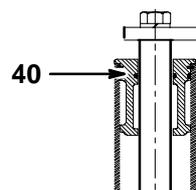

Fig. 7
- a. Retirer le circlip du piston inférieur (100). Examiner son état et le remplacer par un neuf si nécessaire.
- b. Détacher le piston (110) de la tige (80) et examiner son état. Le remplacer par un neuf si nécessaire.
- c. Enlever les deux anciens joints toriques (70) et (120) à l'intérieur et à l'extérieur du piston. Mettre des joints toriques neufs.
- e. Remettre le piston (110) sur la tige de levage (80). Le positionner contre le circlip supérieur.
- aa. Remettre le circlip inférieur (100) du piston dans sa gorge, entre le fond du piston et l'extrémité de la tige de levage.
- ab. Replacer soigneusement la tige de levage (80) dans le cylindre. Enfoncer la tige verticalement jusqu'en butée.
8. Entretien du manchon de guidage (Fig. 7):